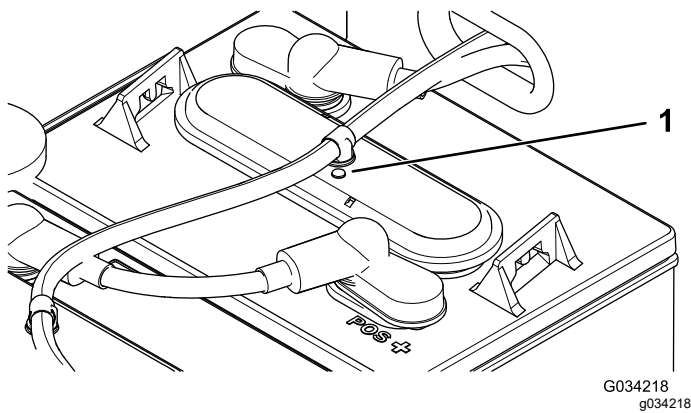

Bild 36
- Prüfen Sie die Augen an jeder Batterie, ob sie schwarz oder weiß sind (Bild 36).